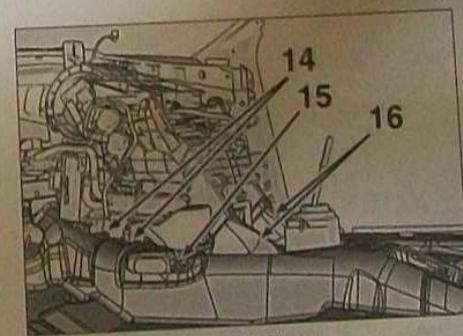

FIG. 7
- Débrancher les connecteurs (14) (Fig.7)
- Déposer la vis (15) (tresse de masse).
- Décliper et déposer les raccords de conduits d'air (16).